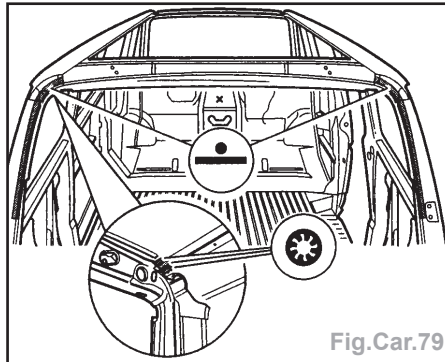

Fig.Car.79
- Souder la pièce neuve à la pointeuse électrique (Fig.Car.79).